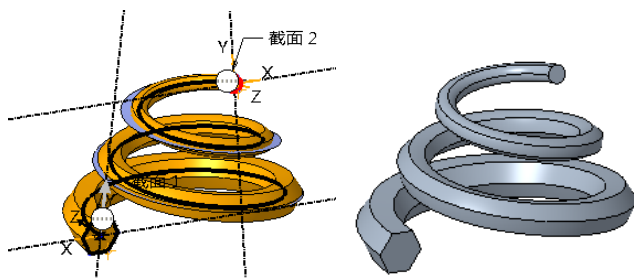

图 3-159 完成弹簧的创建
- 退出草绘环境后, 单击操控板中的“应用”按钮, 完成变截面锥形弹簧的创建效果, 如图 3-159 所示。